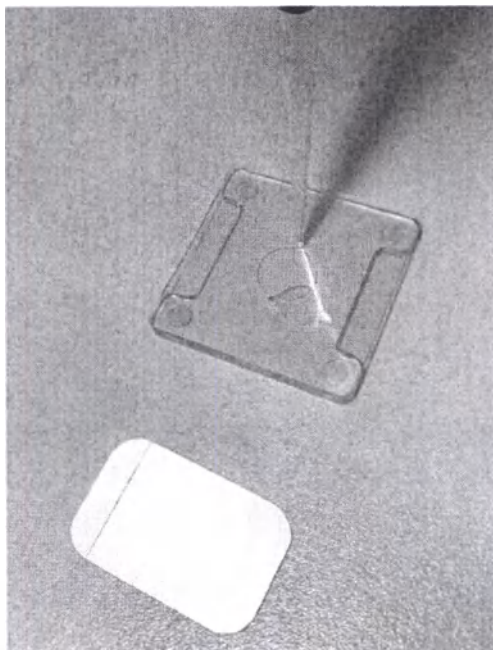

Рисунок 3.10 Заправка микрофлюидного картриджа
4. Вставьте наконечник дозатора в отверстие для заправки (рисунок 3.10).